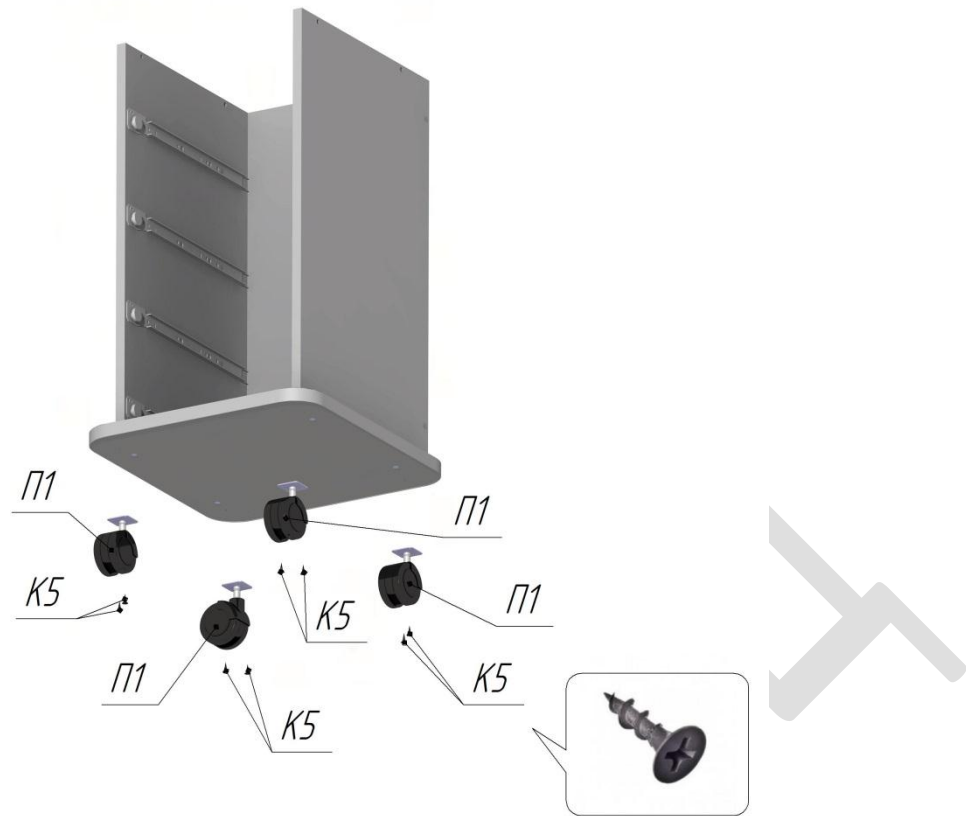

Рисунок 4
6. Установить ролики П1 (4шт.) под деревянный модуль при помощи саморезов K5 (8шт.). См.Рис.4.